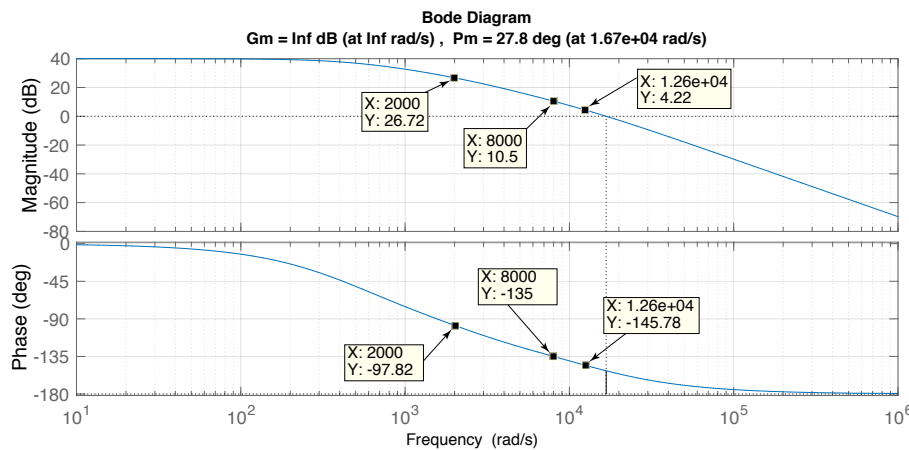

Рис. 3: Diagramme de Bode de $G(p) \frac{1+a\tau p}{1+\tau p}$.
Le diagramme de Bode de la fonction de transfert $G(p) \frac{1+a\tau p}{1+\tau p}$ est représenté sur Fig. 3
6. En se basant sur Fig.3, trouver le paramètre K du correcteur. Expliquez la démarche.